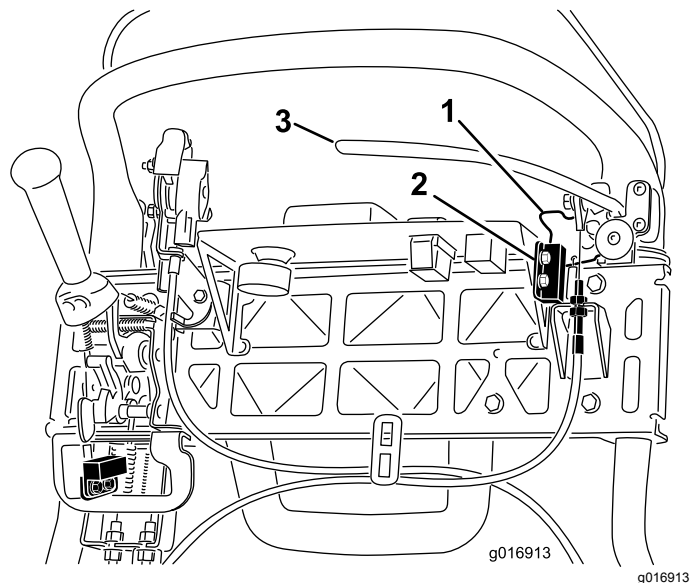

图45
4. 松开并取下联锁开关安装紧固件图45。
5. 在手刹锁定装置与联锁开关之间放入 1.6mm 厚的塞尺(图45)。
4. 要增加拉线的张力请拧松上部拉线锁紧螺母并拧紧下部拉线锁紧螺母图45直至为了松开手刹锁定装置需要对刹车制动杆手柄施加 156N 的力。